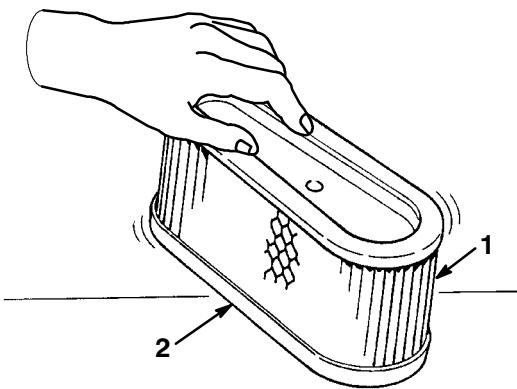

Abbildung 33
- A. Den Einsatz leicht auf eine flache Oberfläche klopfen, um Staub und Schmutz zu beseitigen (Abb. 33).